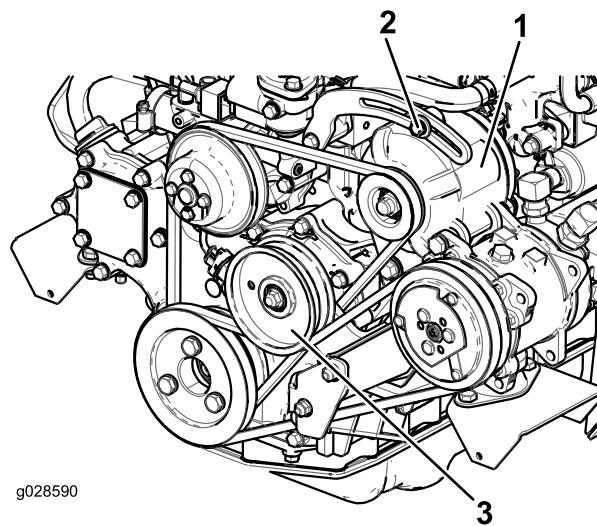

Bild 65
Prüfen Sie den Zustand und die Spannung des Riems (Bild 65) alle 100 Betriebsstunden.
2. Lockern Sie bei einer Durchbiegung von mehr oder weniger als 10 mm die Befestigungsschrauben der Lichtmaschine (Bild 65). Erhöhen oder reduzieren Sie die Spannung des Lichtmaschinen-Treibriemens und ziehen Sie die Schrauben wieder fest. Prüfen Sie die Riemspannung noch einmal auf korrekte Einstellung.